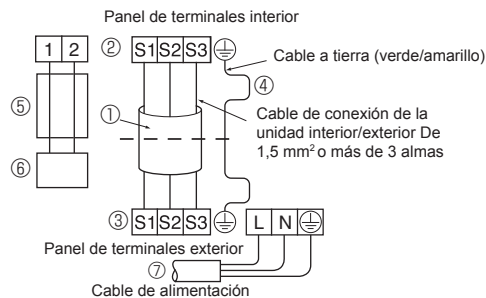

Fig. 7-4
- Realice el tendido eléctrico como muestra el diagrama inferior izquierdo (los cables no vienen incluidos). (Fig. 7-4)